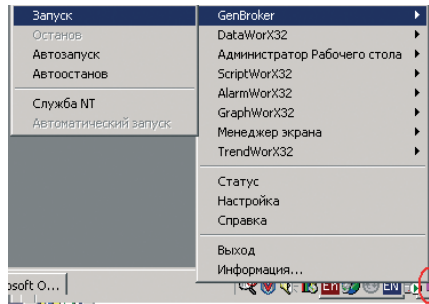

Рис. 13. Запуск серверного модуля GenBroker
2. Запустить на удалённом узле сервер **GenBroker** как приложение или как службу NT, сделав это вручную с помощью команды “C:\Program Files\ICONICS\GENESIS-32\Bin\GenBroker.exe” или с помощью менеджера приложений **GenTray**, как показано на рис. 13.